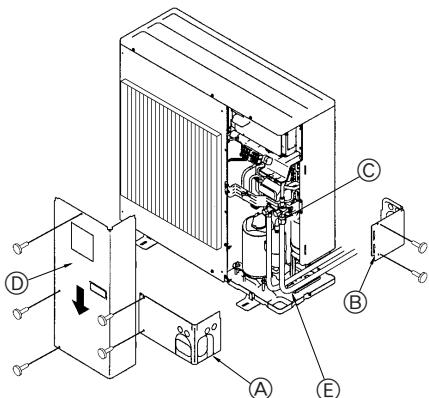

Fig. 4-3
- ③ Handgreep
4.3. Koelleidingen (Fig. 4-3)